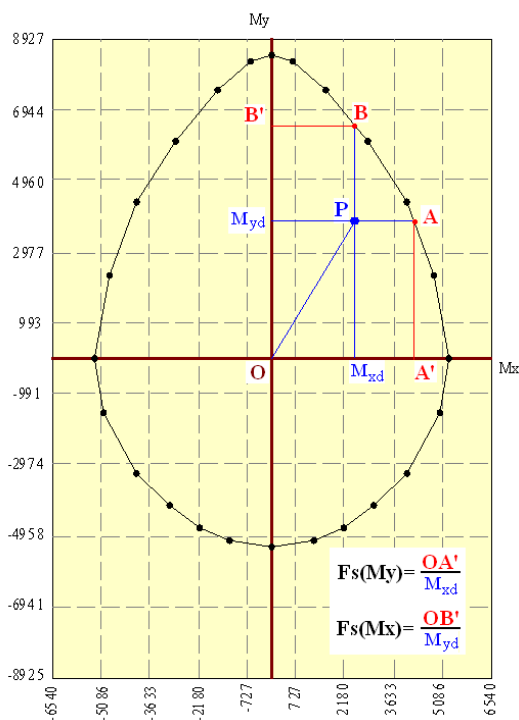

figura 1)
5. per aumento della sola componente del momento M_{xd} ($N_d=\text{cost}$, $M_{yd}=\text{cost}$) vedi figura 1;
7. per l'aumento della sola componente M_{yd} ($N_d=\text{cost}$, $M_{xd}=\text{cost}$) vedi figura 1;